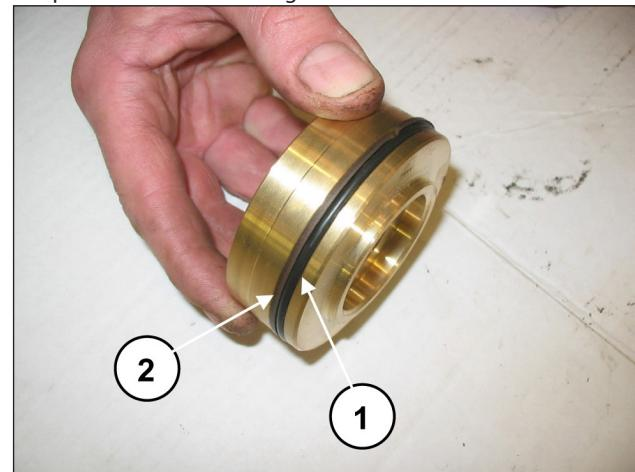

Fig. 127
Monte o O-ring, pos. de explosão nº 17 (pos. ①, Fig. 127) e o anel anti-extrusão, pos. de explosão nº 21 (pos. ②, Fig. 127) na tampa da válvula de descarga.